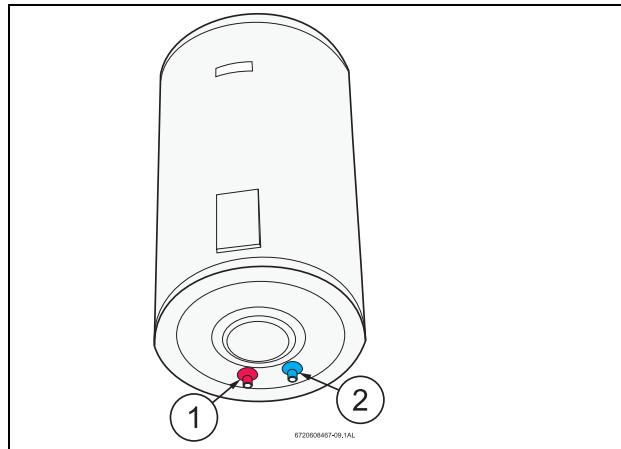

Fig. 8
- Identificar a tubagem de água fria (cor azul) e de água quente (cor vermelha), de forma a evitar uma possível troca (Fig. 8).